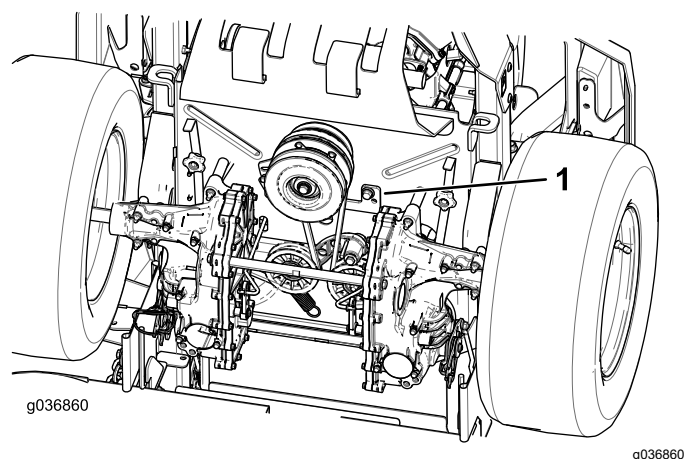

Figura 64
5. Togliete l'arresto della frizione (Figura 64).
9. Montate l'arresto della frizione (Figura 64).